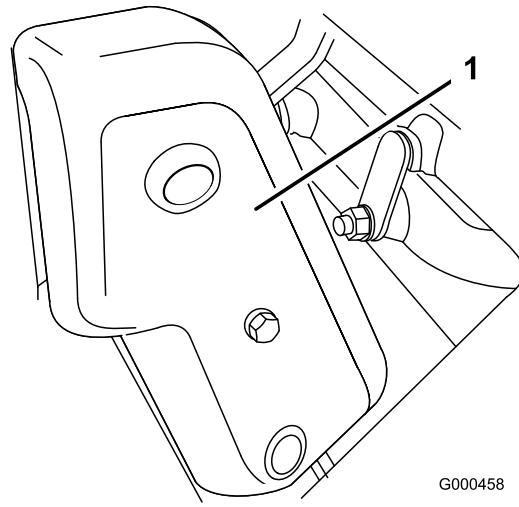

図 34
1. ベルト・カバー取り付けネジ (図 34) を外してベルトを露出させる。